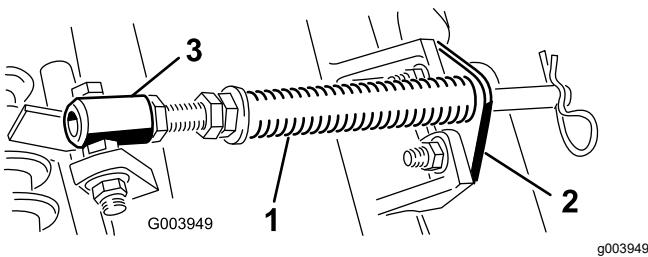

Рисунок 4
1. Удалите два каретных болта и гайки, которые крепят кронштейн штока к выступам режущего блока (Рисунок 4).
2. Отверните фланцевую гайку, которая крепит болт трубы пружины к выступу несущей рамы (Рисунок 4). Снимите этот узел.
Примечание: Головку болта следует расположить в направлении наружной стороны выступа, как показано на Рисунок 4.